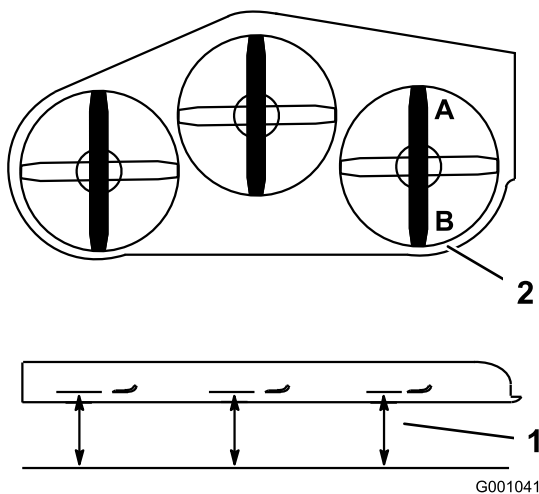

Figura 84
2. Disponete una lama in posizione longitudinale rispetto alla macchina. Misurate ai punti **A** e **B** da una superficie piana fino al tagliente della punta della lama (Figura 84).